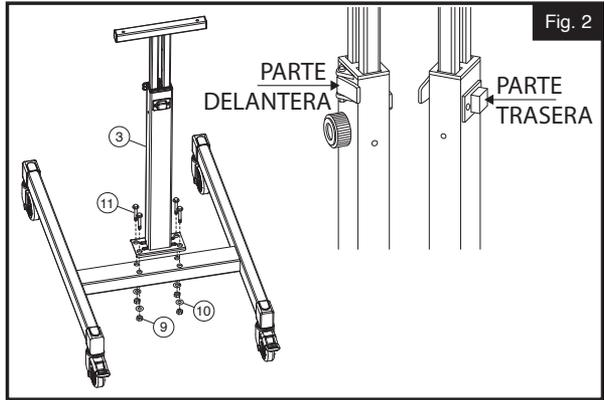

Fig. 2
4. Installez le cadre de support (3) sur le cadre de base comme indiqué, en faisant attention à l'orientation avant et arrière. L'avant du cadre de support doit être orienté vers les extrémités les plus longues des pieds du cadre de base. Insérez quatre boulons M6 (11) dans les trous et fixez-les avec des rondelles M6 (10) et des contre-écrous M6 (9) à l'aide des deux clés de 10 mm (14). (Fig. 2)
4. Instale el marco de soporte (3) en el marco de la base como se muestra, prestando atención a la orientación delantera y trasera. La parte delantera del marco de soporte debe mirar hacia los extremos más largos de las patas del marco de la base. Inserte cuatro pernos M6 (11) a través de los orificios y sujételos con arandelas M6 (10) y tuercas de seguridad M6 (9) utilizando las dos llaves de 10 mm (14). (Fig. 2)